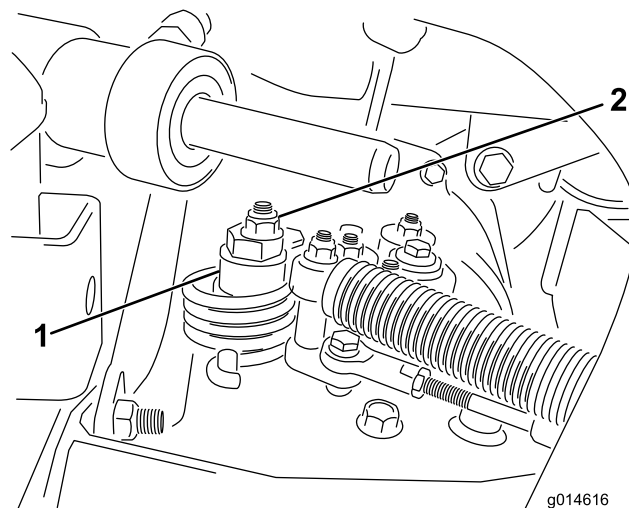

Figure 49
- A. Desserrez l'écrou de fixation de l'excentrique en haut de l'hydrostat (Figure 49).
- C. Tournez l'excentrique jusqu'à ce que la roue ne tourne plus dans aucune direction. Lorsque la route arrête de tourner, serrez l'écrou pour bloquer l'excentrique et le réglage (Figure 49). Vérifiez le réglage avec la commande d'accélérateur en position Bas régime, puis Haut régime.